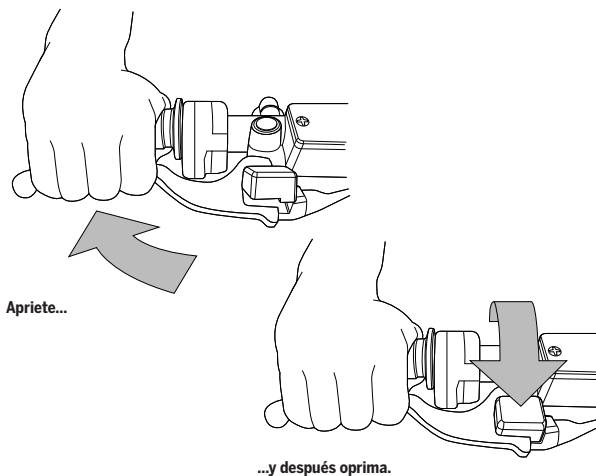

Ilustración 31: accionar el freno de estacionamiento
4. Accione el freno de estacionamiento (**ilustración 31**).